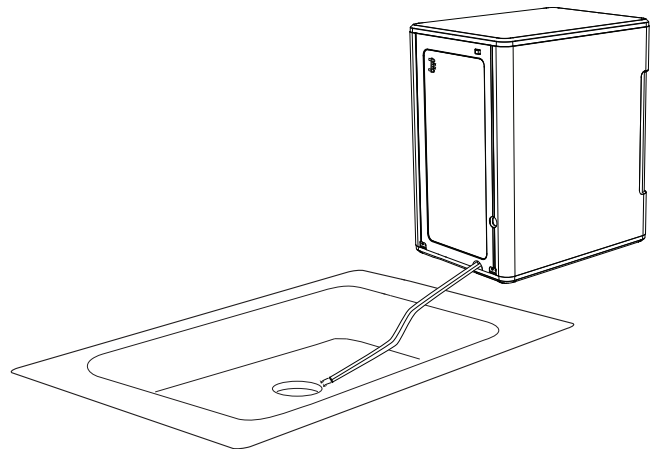

Figura 9
17. Una vez completado, presione el botón "Power" (Encendido) para iniciar la máquina de hielo. Consulte la figura 9.